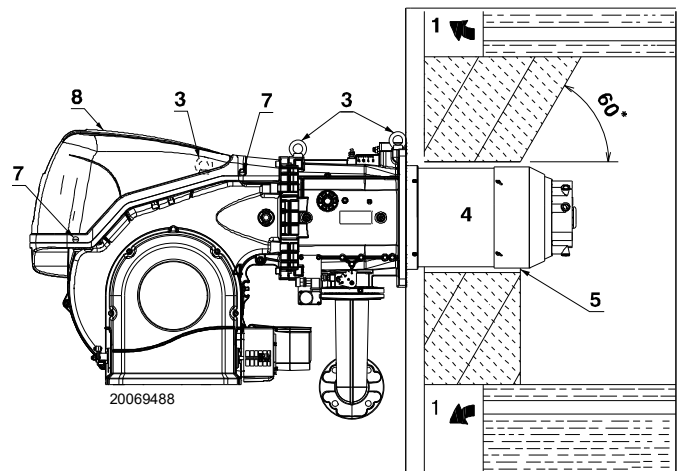

Fig. 14
Pour les chaudières avec circulation des fumées sur l'avant 1)(Fig. 14), ou avec chambre à inversion de flamme, réaliser une protection en matériau réfractaire 5), entre le réfractaire de la chaudière 2) et l'embout 4).
Prédisposer un système de levage adapté du brûleur en s'accrochant aux anneaux 3)(Fig. 14), après avoir enlevé les vis 7) de fixation du capot 8).
- Introduire la protection thermique fournie sur l'embout 4)(Fig. 14).